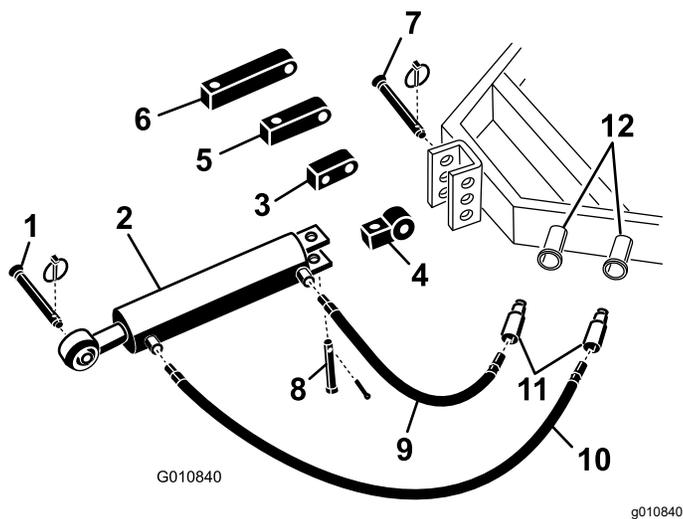

Figura 5
1. Fissate l'estremità della connessione dell'attacco idraulico superiore alla motrice con i perni in dotazione con la motrice stessa (Figura 5).
**Nota:** Se dovete posizionare il cilindro con i punti di collegamento rivolti verso l'alto, utilizzate la staffa rotante al posto della staffa di montaggio standard (Figura 5). Potete utilizzare un raccordo idraulico a 90° al posto della staffa rotante (i raccordi da 90° non sono inclusi).
- A. Rimuovete la coppiglia e il perno che fissano l'innesto di collegamento standard al cilindro (Figura 5). Staccate l'innesto di collegamento dal cilindro.
- B. Installate la sfatta rotante sul cilindro usando il perno rimosso in precedenza (Figura 5).
2. Collegate il flessibile idraulico lungo da 106 cm alla porta dell'attacco idraulico superiore più vicina all'arieggiatore (Figura 5). Per prevenire eventuali perdite applicate sulla filettatura del flessibile un nastro o un composto sigillante per filetti.
3. Collegate il flessibile idraulico corto da 76 cm alla porta dell'attacco idraulico superiore più vicina alla motrice (Figura 5). Per prevenire eventuali perdite applicate sulla filettatura del flessibile un nastro o un composto sigillante per filetti.
Se il cilindro idraulico non arriva alla staffa di montaggio dell'arieggiatore, per collegare il cilindro alla motrice usate un innesto di prolunga al posto dell'innesto di montaggio standard (Figura 5).
- Rimuovete la coppiglia e il perno che fissano l'innesto di collegamento standard al cilindro (Figura 5). Staccate l'innesto di collegamento dal cilindro.
- Installate l'innesto di prolunga della lunghezza desiderata sul cilindro usando i perni rimossi in precedenza (Figura 5).